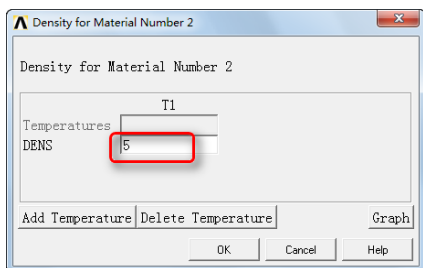

图 10-12 “Density for Material Number 2”对话框
⑥在“Define Material Model Behavior”对话框中的“Material Models Available”列表中, 依次选择 CFD→Density, 会弹出“Density for Material Number 2”对话框, 如图 10-12 所示, 在“DENS”输入框中输入 5, 单击“OK”按钮关闭该对话框。
⑦依次选择 Material→Exit, 关闭“Define Material Model Behavior”对话框。